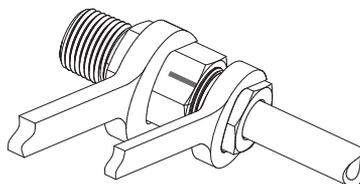

图4
4. 将接头本体或阀体牢牢固定，参考附表1，用扳手拧紧卡套螺母至规定圈数，注意不同类型的管子安装圈数有所不同 (图 4)。